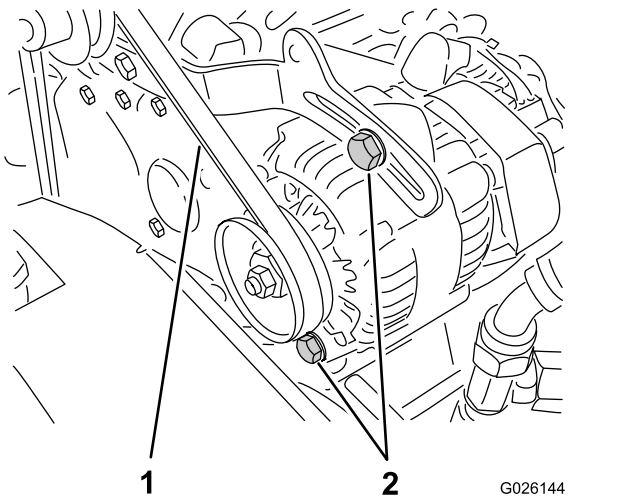

Bild 63
2. Prüfen Sie die Spannung, indem Sie eine Kraft von 10 kg in der Mitte zwischen der Lichtmaschine und den Kurbelwellenscheiben ansetzen (Bild 63).
- A. Lockern Sie die zwei Befestigungsschrauben der Lichtmaschine (Bild 63).
- B. Drehen Sie die Lichtmaschine mit einer Stange, bis die richtige Riemenspannung erzielt ist. Ziehen Sie die Befestigungsschrauben dann fest (Bild 63).